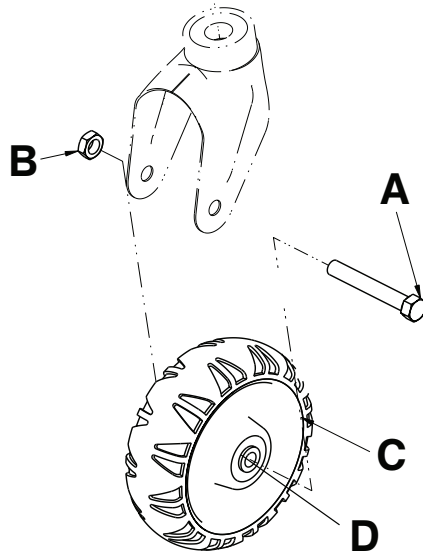

Figura 4 – Roda da maca sem proteções de roda
2. Utilizando uma chave de caixa de 5/8 pol. com um comando por roquete de 3/8 pol. e uma chave combinada de 11/16 pol., retire o parafuso de cabeça sextavada (A) e retire a porca (B) que fixa a roda (C) à estrutura do rodízio (Figura 4). Localizado no lado direito do doente, na extremidade do lado dos pés da maca, utilizado com o conjunto instalado da guia das rodas. Guarde o parafuso. Elimine a porca.
3. Retire e elimine as duas buchas (D) da roda (Figura 4).